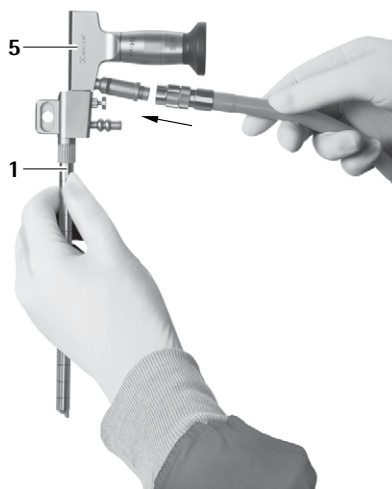

Abb. 3
► Lichtkabel und Kamera anschließen, siehe Abb. 3–5.